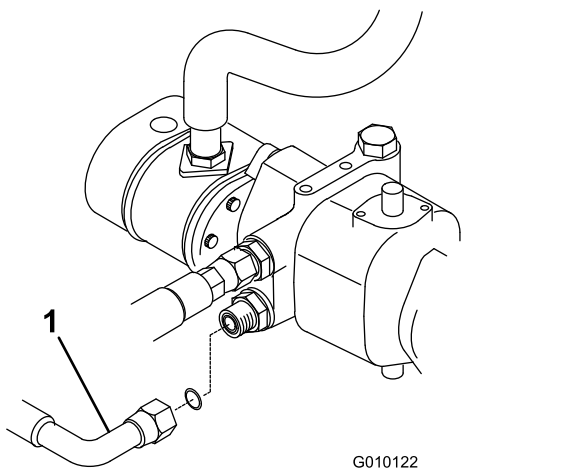
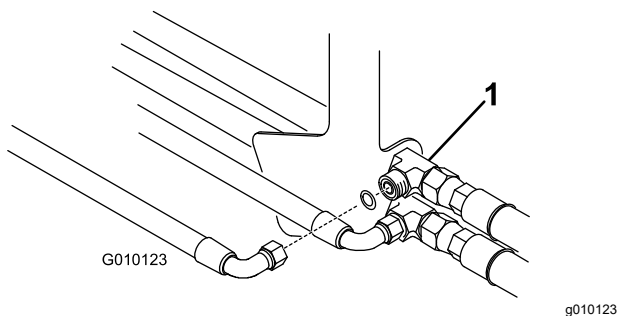

図 6
図 7
5. ハイドロスタットの下側についているホースを外し図 6、前輪モータへ続く上側のバルクヘッドの T 字フィッティングからも外す図 7。